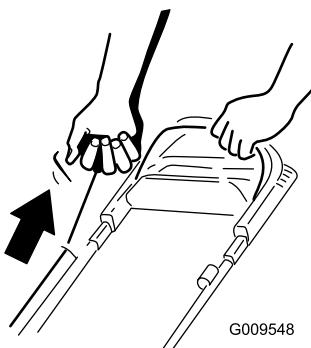

Figure 17
- Tirez légèrement la poignée du lanceur (Figure 17) jusqu'à ce que vous sentiez une résistance, puis tirez vigoureusement et laissez le câble se rétracter lentement jusqu'au guide sur le guidon.